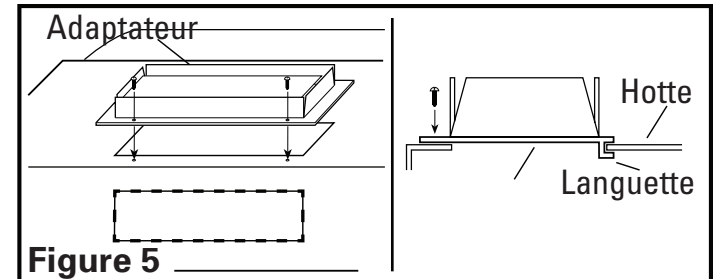

Figure 5
- Si vous installez le conduit de 8,25 cm sur 25,4 cm horizontal ou vertical, fixez l'adaptateur à la hotte. Pour ce faire, insérez la bordure de la hotte dans la rainure de l'adaptateur et fixez ce dernier avec les deux vis prévues à cet effet (**Figure 5**).